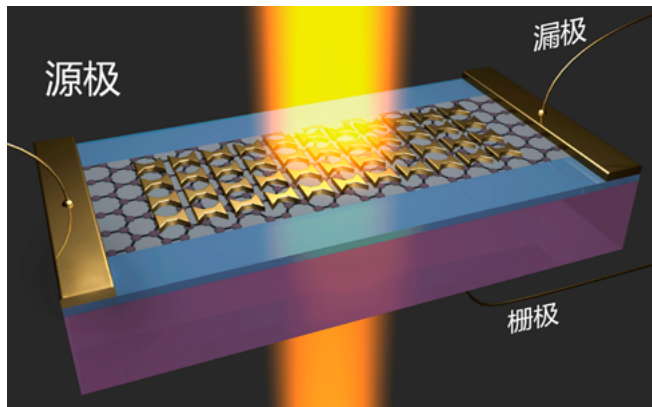

图 2: 在单层石墨烯板上设计的法诺共振表面等离激元天线, 利用 COMSOL 软件及波动光学模块进行优化, 希望在 $2\mu\text{m}$ 的波长实现共振。实验使用离子凝胶顶部电解质门控成功验证了设计的可调谐性²。
另一方面, 波长更短的红外 (IR) 波段对电信和光学处理也非常重要, 比如电信波段。普渡大学的研究团队已经证实, 在近红外波长, 可以对石墨烯-金属表面等离激元复合结构中的法诺共振进行有效地动态控制。法诺共振常见于经特定耦合的共振光学系统的传输中, 研究人员正将法诺共振的属性应用于滤光器、传感和调节器 (见图 2)。